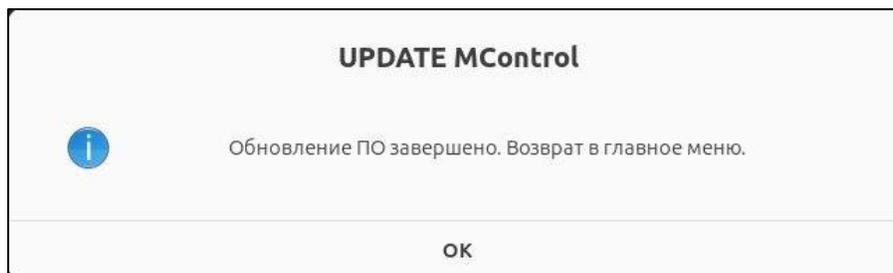

Рисунок 86 – Уведомление о завершении обновления ПО
- 5) По завершении обновления отобразится уведомление о завершении (см. Рисунок 86). Нажмите «ОК».